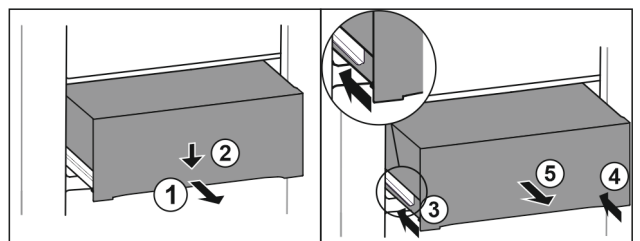

Fig. 144
- ▶ Predal izvlecite do polovice. Fig. 144 (1)
- ▶ Predal na sprednji strani potisnite navzdol. Fig. 144 (2)
- ▶ Levo vodilo potisnite približno 2 cm noter. Fig. 144 (3)
- ▶ Desno vodilo potisnite približno 2 cm noter. Fig. 144 (4)
- ▶ Predal vzemite ven v smeri naprej. Fig. 144 (5)